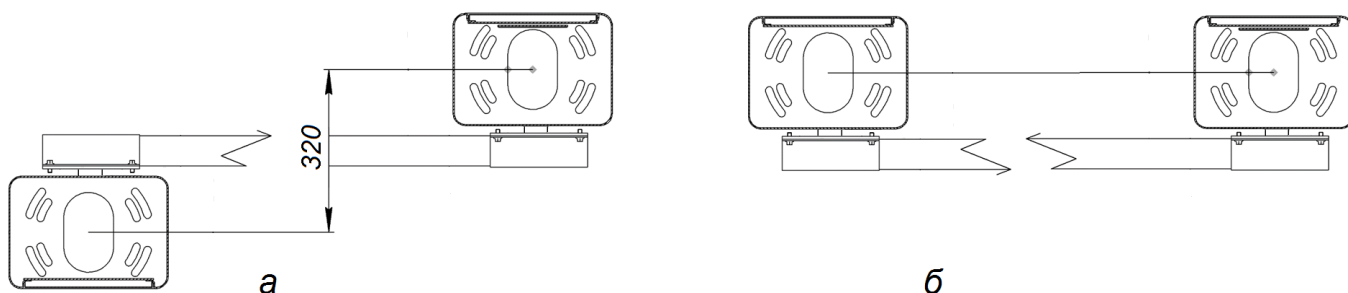

Рисунок 3
- Тумбу шлагбаума надо развернуть вокруг оси на 180° (см. Рисунок 3)